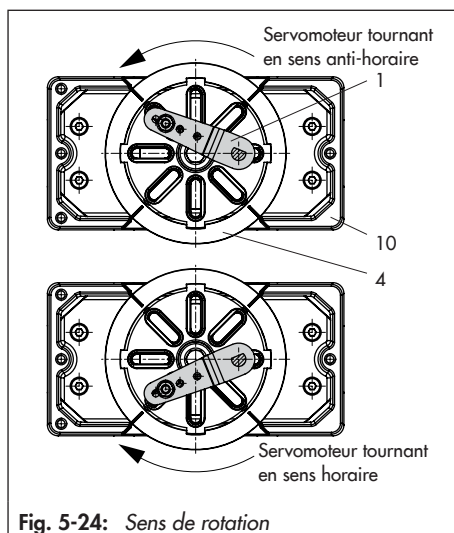

Fig. 5-24: Sens de rotation
6. Dévisser et retirer le palpeur standard (2) situé sur le levier M (1) du positionneur. Den Abtaststift (Ø5 mm) aus dem Anbausatz an Stiftposition 90° verschrauben.
7. Si nécessaire, monter le bloc manomètres (7) avec les manomètres ou, si un raccord taraudé G ¼ est requis, la plaque de raccordement (6) en s'assurant que les deux joints (6.1) sont positionnés correctement. Pour les servomoteurs rotatifs sans ressorts à double effet, un amplificateur-inverseur est nécessaire pour le montage sur servomoteur, cf. chap. 5.6.7.
8. Placer et visser le positionneur sur le corps (10). Aligner le levier (1) de sorte que son palpeur s'insère dans la fente correspondante en tenant compte du sens d'action du servomoteur (Fig. 5-24).